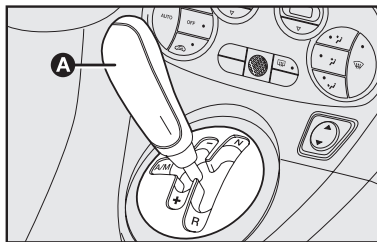

fig. 3
- Colocar a alavanca do câmbio **A-fig. 3** em ponto morto (N).
- Empurrar a alavanca **A-fig. 3** da caixa de velocidade para (+) para inserir a primeira (se for a partir de N ou de R, basta colocar a alavanca na posição central) ou em R para inserir a marcha a ré.